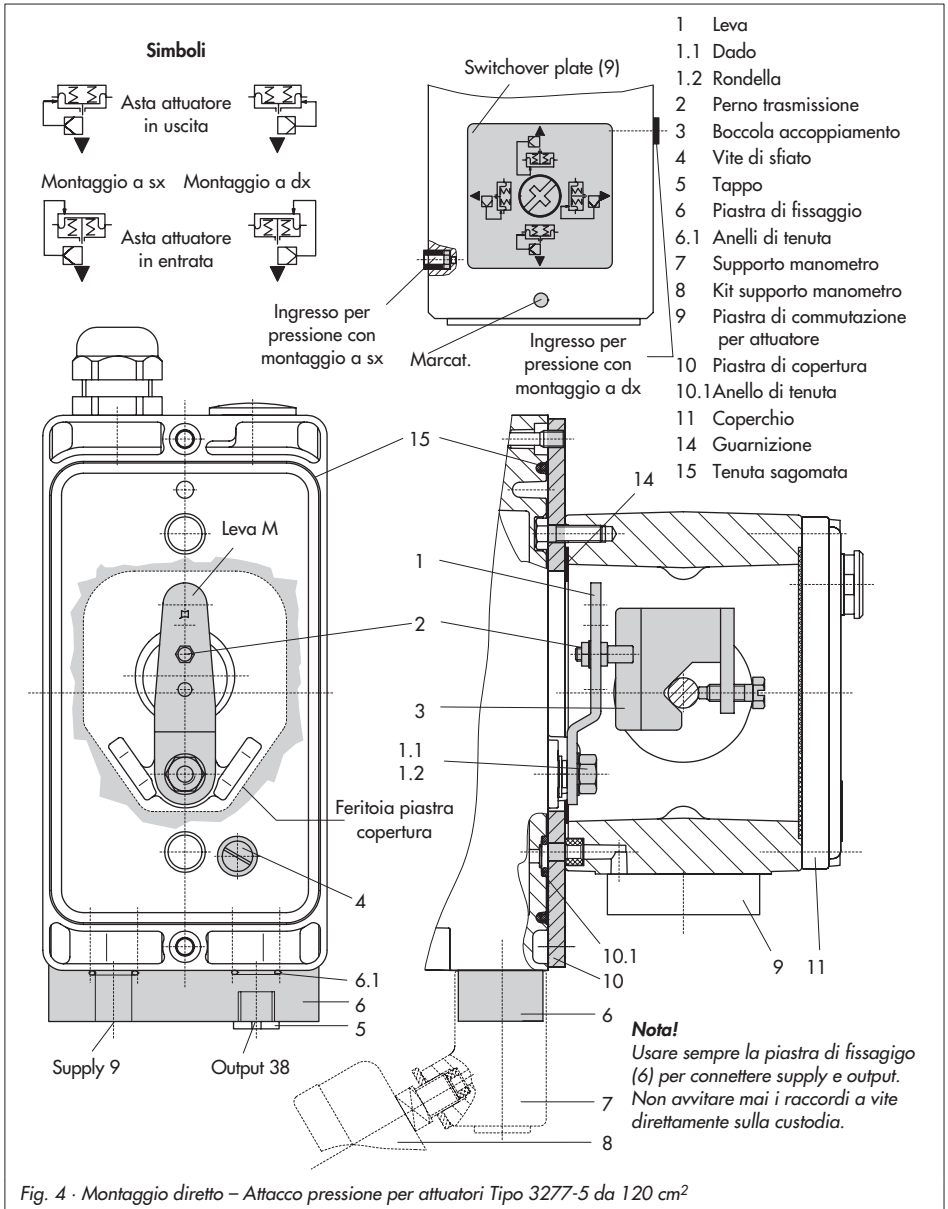

Fig. 4 - Montaggio diretto - Attacco pressione per attuatori Tipo 3277-5 da 120 cm2
Tabella 1 Montaggio diretto Tipo 3277-5 vedi fig. 4
1. Posizionare la boccola d'accoppiamento (3) sull'asta dell'attuatore, indirizzarla e avvitarla in modo che la vite di fermo si trovi nella scanalatura dell'asta.
2. Fissare la piastra di copertura (10) con il lato più stretto della sezione (fig. 4 a sinistra) in direzione dell'attacco di pressione. Assicurarsi che la tenuta morbida applicata (14) sia fissata verso il castello dell'attuatore.
3. Per attuatori da 700 cm2 sulla leva **M** (1), rimuovere il perno (2) sul lato posteriore del posizionatore dalla posizione **35**, spostarlo nella posizione **50**, e avvitarlo.
6. Assicurarsi che l'estremità della guarnizione (16) sporga lateralmente dal blocco, in modo che il simbolo dell'attuatore "asta in uscita" o "asta in entrata" corrisponda con la versione dell'attuatore. Se necessario togliere il coperchio e le tre viti di fissaggio, e rimettere la guarnizione (16) ruotata di 180°. Nella versione precedente del blocco di connessione (fig. 4, in basso) è necessario ruotare la piastra d'inserzione (13) in modo che il simbolo dell'attuatore sia rivolto verso la marcatura
7. Disporre il blocco (12) con i relativi anelli di tenuta contro il posizionatore. Avvitare a fondo la vite di fissaggio (12.1). Per attuatori con azione di sicurezza "asta in entrata", togliere anche il tappo (12.2) e installare il tubo esterno della pressione.
8. Montare il coperchio (11) sull'altro lato. Dopo aver installato la valvola, assicurarsi che lo sfianto sia rivolto verso il basso per permettere il drenaggio dell'acqua di condensa accumulata.